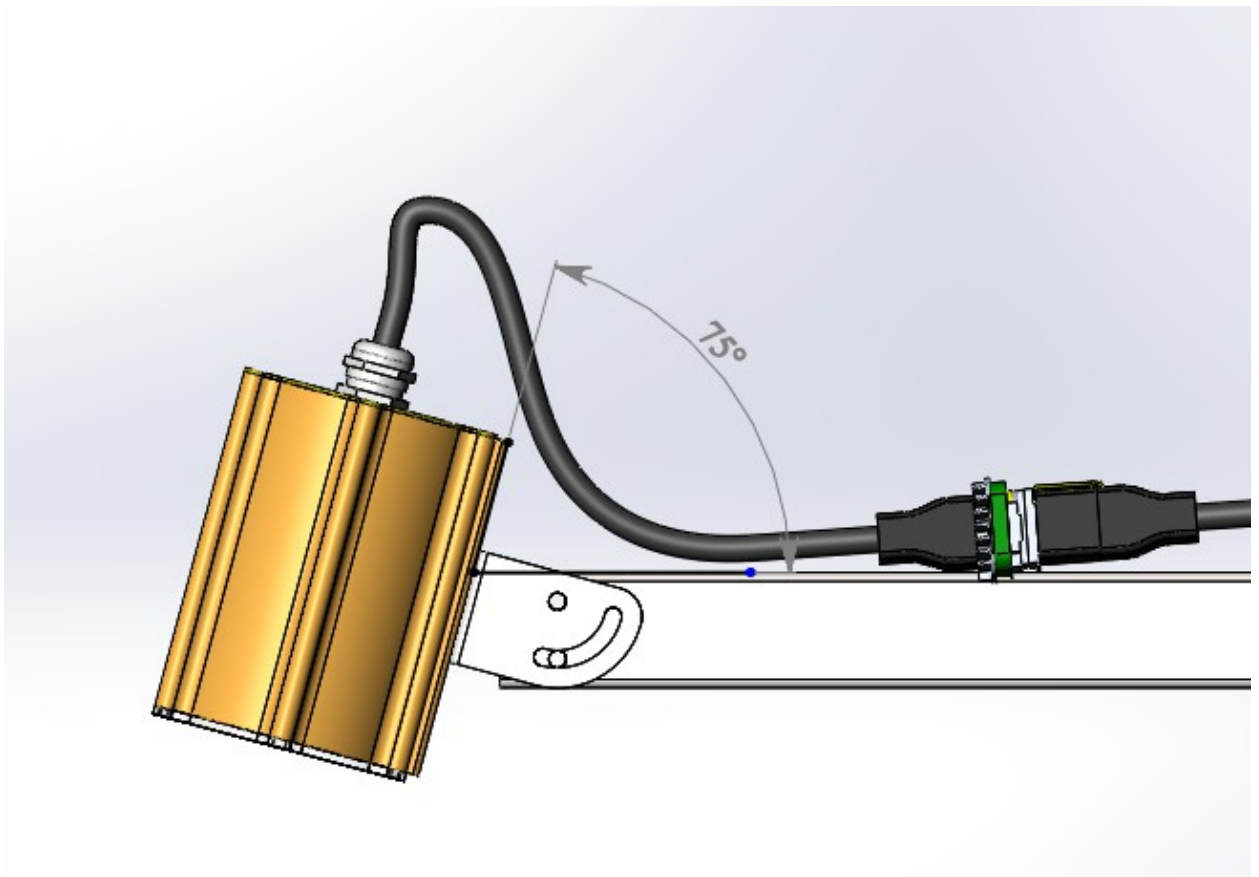

Рис. 10 Монтаж боковых фонарей подсветки.
1. Монтаж прожекторов подсветки производится чётко под углом 75 градусов. Рис. 10.